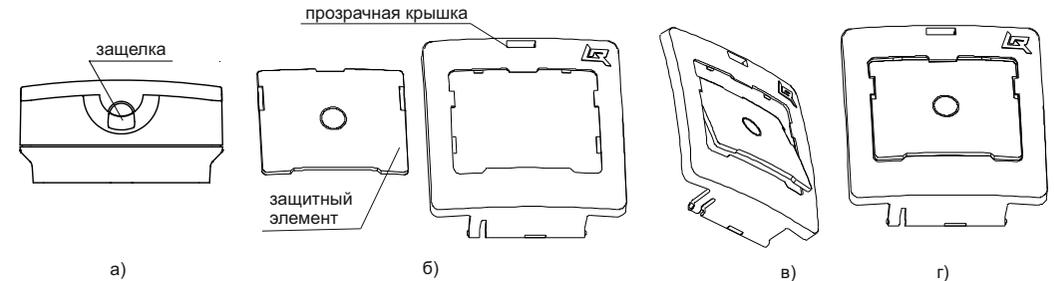

Рисунок 4
- 6.15 Для установки защитного элемента необходимо открыть прозрачную крышку, поддев защелку в верхней части корпуса острым предметом (Рисунок 4 а). Далее прозрачная крышка показана отдельно от корпуса (снимать крышку с корпуса УДП не следует). Защитный элемент в положении, показанном на рисунке 4 б), ввести верхней кромкой в середину выреза прозрачной крышки (Рисунок 4 в) и, повернув, совмещая плоскости, защелкнуть нажатием на кромки защитного элемента. (Рисунок 4 г).